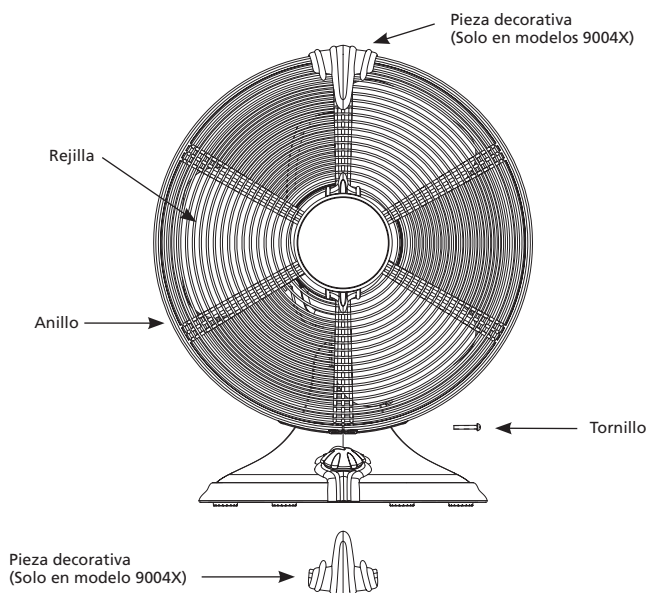

FIGURA 4
2. Desmonte las rejillas retirando cuidadosamente el tornillo en la parte inferior del anillo. Vea la Figura 4.